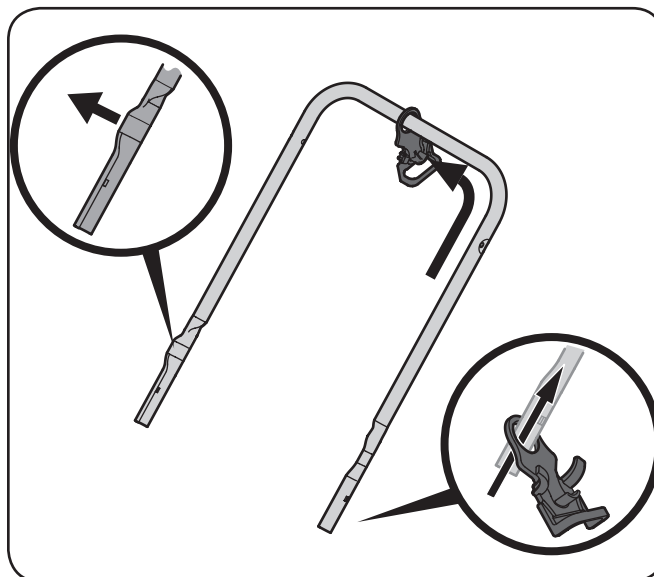

Figura 3-2
1. Instale el liberador de esfuerzo en la manija intermedia. Consulte la Figura 3-2
3. Asegúrese de que el retenedor del cable esté sobre la barra transversal de la manija intermedia. Consulte la Figura 3-2.